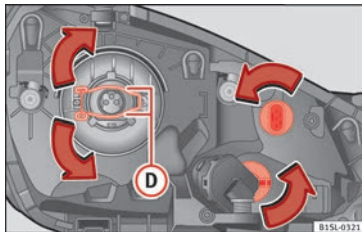

Fig. 85 Faro sinistro
2. Premere la graffia di fissaggio **» fig. 85 D** verso il basso nella direzione della freccia, sganciarla dal lato e allontanarla.
5. Inserire la lampadina, collocarla nella sua posizione e agganciare la graffia di fissaggio **» fig. 85 D**.